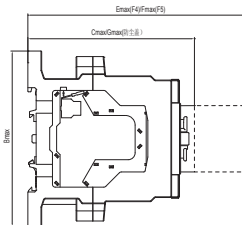

图3 NC5-4011 ~ 10011系列交流接触器外形与安装尺寸
6.3 NC5-4011~10011系列交流接触器安装尺寸与外形尺寸, 见图3及表5, 型号规格重量见箱站